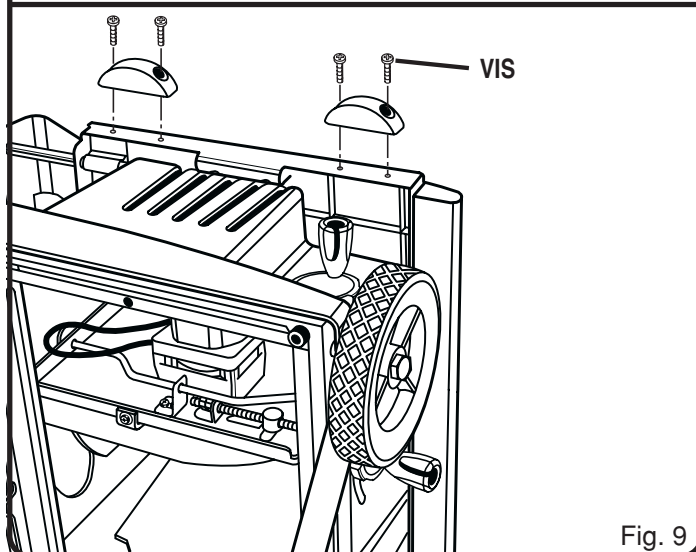

Fig. 9
Voir la figure 9.
- Placer la scie à table sur le côté, comme illustré à la figure 9.